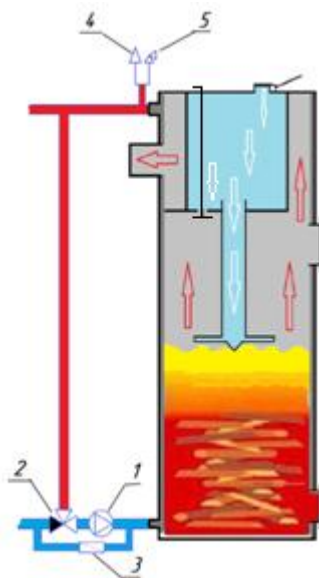

Рис.14.
10.2.1. Схема первого (малого) контура (Рис.14.)